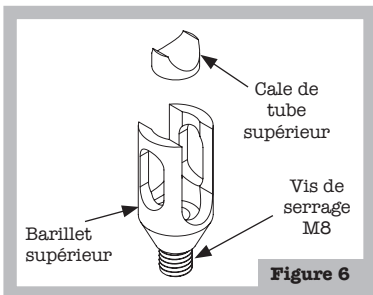

Figure 6
- Faites coulisser les cales de tubes supérieurs dans les barillets supérieurs, le côté plat étant orienté vers le bas en direction de la vis de serrage M8 (figure 6).